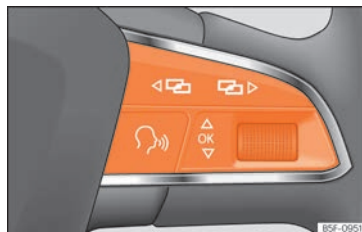

Abb. 81 Multifunktionslenkrad: Tasten zum Bedienen der Menüs im Kombiinstrument.
Solange eine Warnung der Priorität 1 vorliegt, »» Seite 82, kann auf kein Menü zugegriffen werden. Einige Warnmeldungen können bestätigt und ausgeblendet werden über die Taste **OK** am Multifunktionslenkrad »» **Abb. 81**.
- Falls eine Meldung oder das Fahrzeug-Piktogramm angezeigt wird, drücken Sie die Taste **OK** »» **Abb. 81**; ggf. mehrere Male.
- Zum Menüwechsel verwenden Sie die Tasten **◀** oder **▶** »» **Abb. 81**.
- Um das Menü oder die Informationsanzeige aufzurufen, die angezeigt wird, drücken Sie die Taste **OK** »» **Abb. 81** oder warten Sie einige Sekunden lang bis das Menü oder die Informationsanzeige automatisch geöffnet werden.
- Im angezeigten Menü, drehen Sie das rechte Rädchen am Multifunktionslenkrad »» **Abb. 81** bis der gewünschte Menüpunkt markiert ist. Der Menüpunkt wird umrahmt dargestellt.
- Drücken Sie die Taste **OK** »» **Abb. 81**, um die gewünschten Änderungen vorzunehmen. Eine Markierung zeigt an, dass die entsprechende Funktion bzw. das System aktiviert sind.
Taste **◀** oder **▶** »» **Abb. 81** drücken.